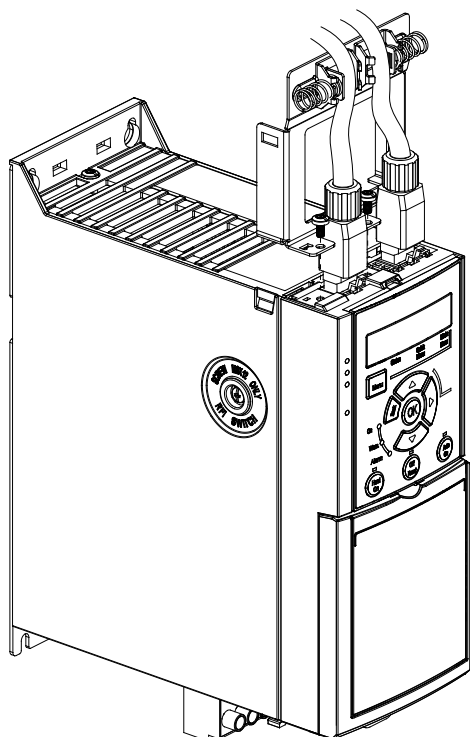

图 5.16 将以太网电缆放在电缆夹之间
2. 将以太网电缆连接器推入控制盒插槽。将以太网电缆放在弹簧金属夹之间，如图 5.16 所示，以便进行机械固定，并在电缆与接地线之间建立电气连接。